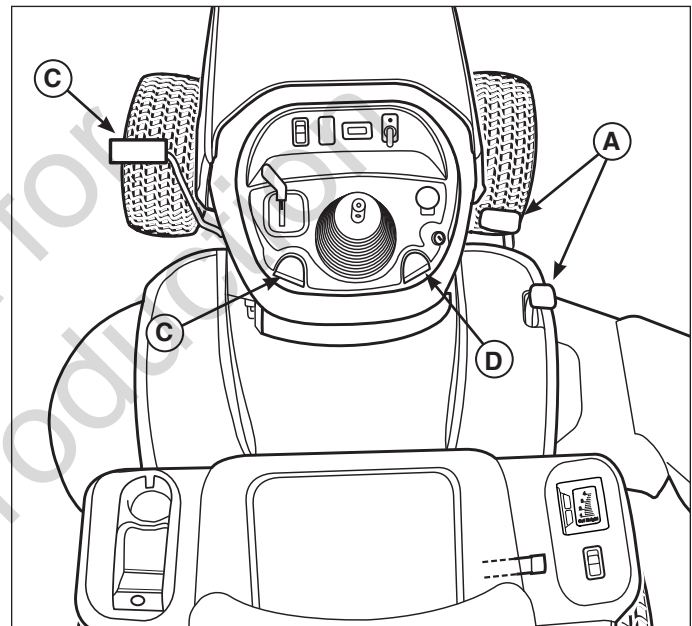

Figura 4
Activación del freno de estacionamiento: Para colocar el freno de estacionamiento, suelte los pedales del acelerador (**A**, Figura 4), presione por completo el pedal de freno (**B**), tire hacia ARRIBA la perilla del freno de estacionamiento (**C**) y luego suelte el pedal de freno.
Cómo soltar el freno de estacionamiento: Para soltar el freno de estacionamiento, suelte por completo el pedal de freno (**B**, Figura 4) y tire la perilla del freno de estacionamiento (**C**) hacia ABAJO.
1. Levante la perilla de control de crucero (**D**, Figura 4).